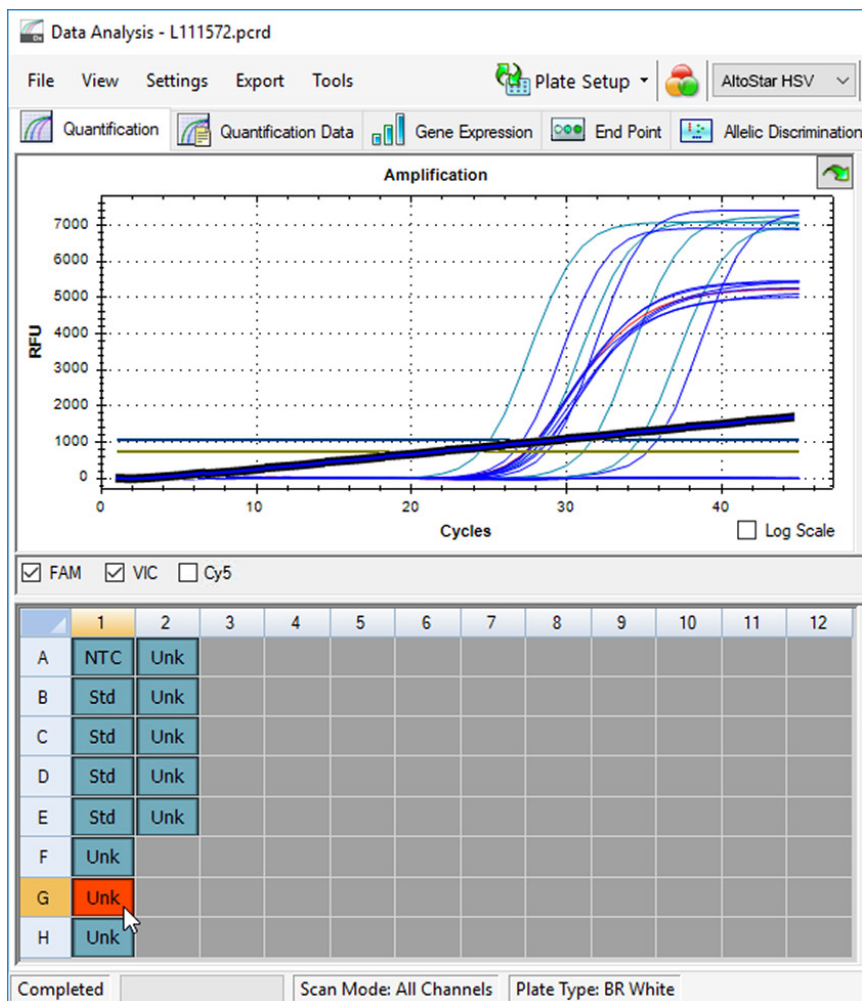

Figura 6: Ventana Data Analysis (análisis de datos): señal de PCR irregular
2. Identifique pocillos con señales de PCR irregulares (aumento de señal lineal, picos de señal, etc.) en cualquiera de los canales de detección de FAM™ (HSV-1 objetivo), VIC™ (IC) o Cy5 (HSV-2 objetivo) (consulte la figura 6).